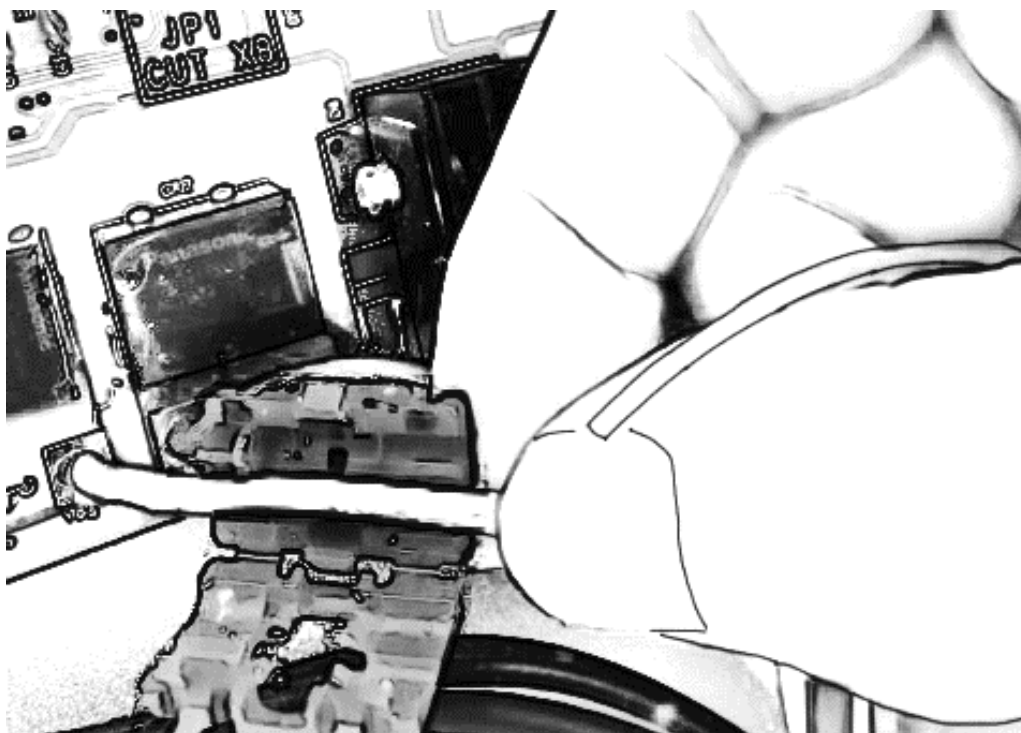

図 13-電源接続(1)
- (4) 付属の PIC を外した場所に挿入します。この時、足が折れないように注意してください。
- (5) 組込みユニット電源をシャトルハーネスから分岐させます。分岐させる線は太い赤・黒線になります。(基板側記号“VB”と“0V-1”)
- (6) 図13 のように分岐コネクタを電線に当てます。(赤線の例)